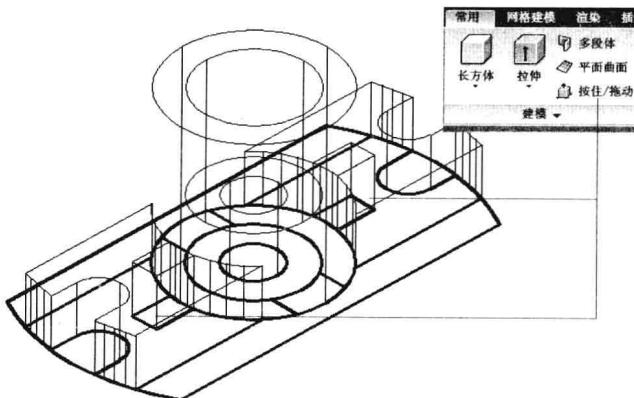

图11-2-8
(8) 在“实体编辑”面板中，单击“差集”按钮 \ominus ，单击“圆柱体3”（最大圆柱体），按Enter键，再单击“圆柱体1”和“圆柱体2”，按Enter键，从“圆柱体3”中减去“圆柱体1”和“圆柱体2”。
(9) 在“建模”面板中，单击“按住／拖动”按钮 $\text{按住}/\text{拖动}$ ，在平面图形需要拉伸的区域内单击，输入拉伸高度为20，按Enter键，创建三维实体。用同样的方法，将其他的平面创建高度为20的三维实体，如图11-2-8所示。